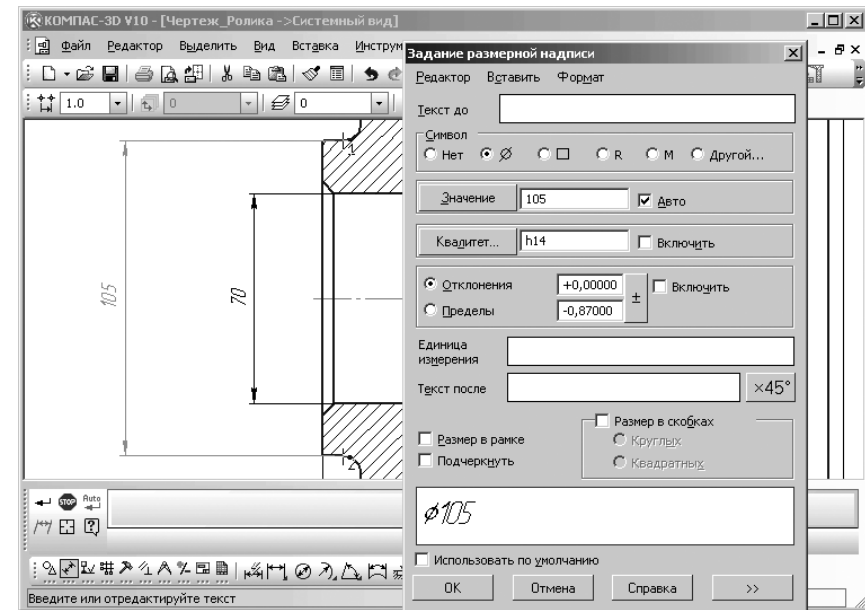

Рис. 4.50. Диалоговое окно **Задание размерной надписи** для настройки размерной надписи диаметра бобышки
- щелкните в диалоговом окне **Задание размерной надписи** в разделе **Символ** по переключателю со значком диаметра –  $\varnothing$ . В поле просмотра перед размером диаметра появится знак диаметра. Это состояние системы показано на рис. 4.50;